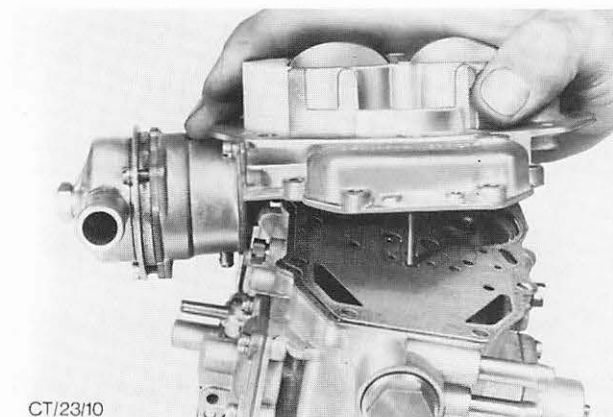

Abb. 87 Abnehmen des Vergaserdeckels
2. Schrauben (7) im Vergaserdeckel entfernen, **Drosselklappenhebel in Vollgasstellung bringen** und Vergaserdeckel abheben. Dabei die untere Verbindungsstange der Startautomatik vom Drosselklappenhebel aushängen. Abb. 87.